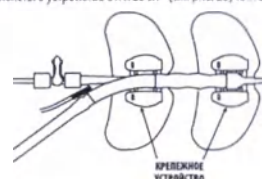

Рис. 23
- Ограничьте перемещение баллонного катетера путем фиксации шовных подкладок и Y-образного крепления на коже с помощью крепежного устройства STATLOCK® (см. рис. 23) или швов.